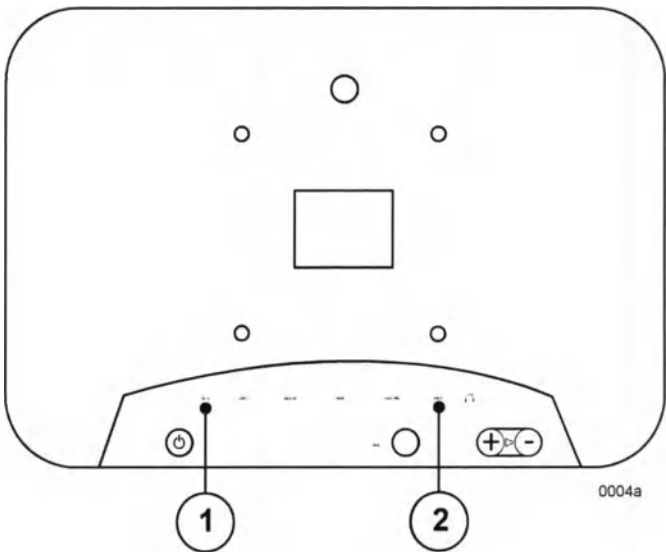

Рисунок 3-4
- 8 Подключите USB-кабели питания и передачи данных к разъемам на задней части планшетного ПК, как показано на Рисунок 3-4.